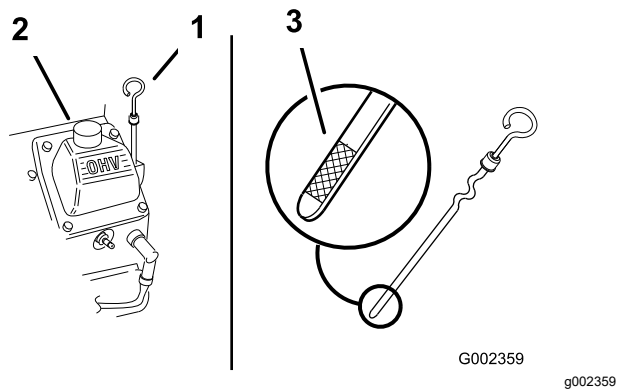

图 45
2. 清洁量油尺周围的区域图 45 防止灰尘落入注油孔并损坏发动机。
3. 取出量油尺擦拭干净然后完全安装到位图 45。
油位应介于量油尺上“F”已满与“L”较低标记之间图 45。
5. 如果油位低于“L”较低标记应取下加油管盖图 45 添加指定机油直至油位达到量油尺上的“F”已满标记。